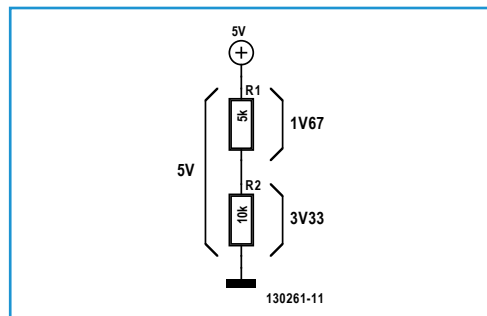

Bild 2.
Bauteile haben Grenzwerte für Spannung und Strom, deren Überschreitung sie wahrscheinlich dauerhaft beschädigen dürfte. Strom, Spannung und Widerstand stehen nach dem Ohmschen Gesetz im Zusammenhang: Spannung (U) = Strom (I) * Widerstand (R). Der Strom durch ein Bauteil ist eine direkte Folge des Spannungspotentials und des Widerstands zwischen zwei Punkten. Bei einer festen Gleichstromquelle, zum Beispiel 5 V für einen PICAXE-Controller, kann der Strom begrenzt werden, wenn man einen Widerstand in Reihe hinzufügt. Sind mehrere Widerstände in Reihe geschaltet, steigt der Wert ($R = R_1 + R_2 + R_3 + \dots + R_n$), werden sie parallel geschaltet, wird der Wert mit jedem Widerstand niedriger ($1/R = 1/R_1 + 1/R_2 + \dots + 1/R_n$). Der Strom durch die Komponenten in Serie ist konstant, auch wenn sie unterschiedlichen Widerstand aufweisen. Nach dem Ohmschen Gesetz ist der Spannungsabfall über die einzelnen Bauteile proportional zu ihrem Widerstand. Jeder mit Interesse an Elektronik sollte das Ohmsche Gesetz im Schlaf herbeten können. Mehr Informationen darüber sind leicht im Internet zugänglich, zum Beispiel auf dieser Webseite [5]. Zum Lernen ist es nie zu spät! Wenn man folgendes versteht, macht dies die Berechnung von Widerständen in realen Schaltungen viel einfacher. Betrachten Sie die Spannungsteiler in **Bild 2**. Die Widerstände R_1 und R_2 sind in Reihe geschaltet sind, so dass der Strom von der Spannungsquelle zur Masse konstant ist. Jedoch unterscheidet sich der Spannungsabfall über R_1 und R_2 entsprechend ihrer Widerstandswerte. Weil das Ohmsche Gesetz für Potentialdifferenzen gilt, funktioniert es auch für den Zusammenhang zwischen Spannung, Strom und Widerstand in nur einem Teil der Schaltung. Die Spannung über $R_1 + R_2$ beträgt +5 V, die Spannung über R_1 ist dann $+5 \text{ V} * (R_1 / (R_1 + R_2)) = 5 \text{ V} * (5\text{k} / 15\text{k}) = 1,67 \text{ V}$. Logischerweise fällt die verbleibende Spannung über R_2 von $5 \text{ V} - 1,67 \text{ V} = 3,33 \text{ V} = 5 * (R_2 / (R_1 + R_2))$ ab. Dies gilt unbedingt für ohm-
sche Komponenten, aber nicht unbedingt für andere wie Dioden (einschließlich LEDs und Optokoppler-Eingänge) und Transistoren. Um den Widerstand zur Strombegrenzung bei einer LED zu berechnen, ermittelt man den Spannungsabfall über der LED (messen oder im Datenblatt nachsehen), anstatt zu versuchen, ihren ohmschen Widerstand mit einem Multimeter messen! Beispiel: Wenn eine rote LED mit einem Spannungsabfall von 1,8 V aus einer +5 V-Quelle mit einem Strom von 10 mA betrieben werden soll, berechnen wir den Strombegrenzungswiderstand wie folgt: Spannung über dem Widerstand = $5 \text{ V} - 1,8 \text{ V}$ (LED-Spannungsabfall) = $3,2 \text{ V}$. Jetzt verwenden wir $U/I = R = 3,2 \text{ V} / 0,010 \text{ A} = 320 \Omega$. Der Widerstand (in der E6-Serie), der diesem Wert am nächsten kommt, ist 330Ω . Das Prinzip des Spannungsteilers kann an Mikrocontroller-Eingängen sehr nützlich sein. Wenn man R_1 oder R_2 aus Bild 2 durch einen variablen Widerstand ersetzt, der zum Beispiel die Temperatur oder die Lichtintensität messen kann, steht eine proportionale Spannung zwischen R_1 und R_2 zur Verfügung, die man mit dem Mikrocontroller-A/D-Wandler abgreifen könnte.